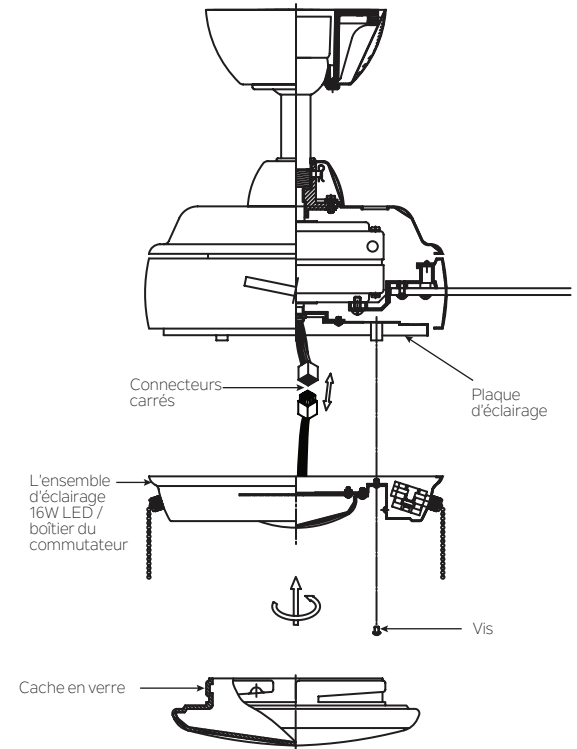

Fig. 16
**Étape 1.** Desserrer les trois vis de montage à l'intérieur du boîtier du commutateur/ensemble d'éclairage LED 16W. (Fig.16)
**Étape 3.** Rentrer soigneusement les connexions dans la plaque lumineuse. Placer les trous en forme de serrure sur le boîtier commutateur/ensemble d'éclairage LED 16W par-dessus les 2 vis précédemment desserrées de la plaque lumineuse, tourner l'ensemble d'éclairage/boîtier du commutateur jusqu'à ce qu'il s'enclenche dans la section étroite des trous en forme de serrure. Fixer en serrant les trois vis. (Fig.16)
**Étape 4.** Soulever le cache en verre contre l'ensemble d'éclairage/boîtier du commutateur LED 16W et le tourner dans le sens des aiguilles d'une montre jusqu'à ce qu'il soit bien ajusté. NE PAS SERRER EXCESSIVEMENT. (Fig. 16)